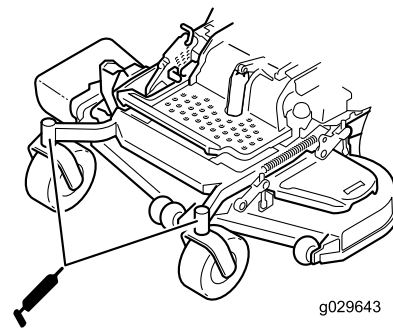

Figura 44
6. Instale el tapón hexagonal y la tapa (Figura 44).
7. Engrase los cojinetes de las ruedas giratorias (Figura 44).